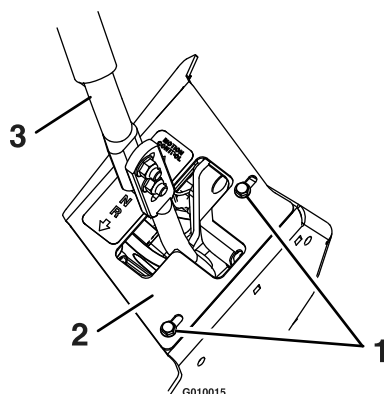

Figura 52
1. Afloje los tornillos de una de las pletinas (ver Figura 52).